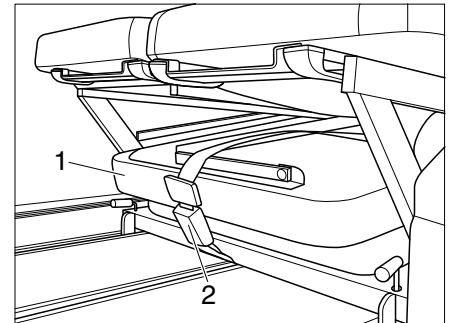

Bild 8 Bettverlängerung verstauen
Während der Fahrt muss die Bettverlängerung mit dem Sicherheitsgurt (Bild 8,2) gesichert werden!
- Bettverlängerung (Bild 8,1) unter der Sitzbank verstauen und mit dem Gurtschloss (Bild 8,2) sichern.